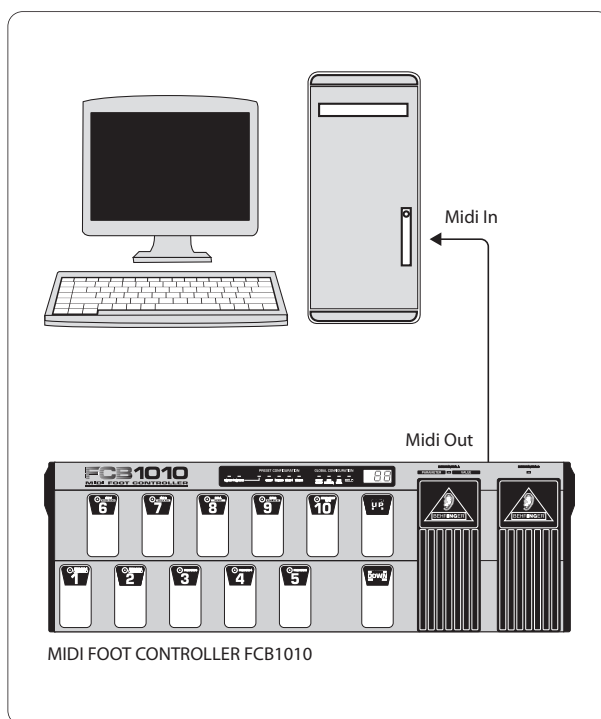

图 2.5: 发送系统专用数据
- 将 FCB1010 的 MIDI OUT 接口与音序器 / 电脑的 MIDI IN 接口相连 (见图 2.5)。